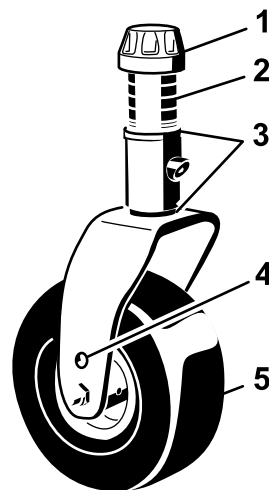

Figura 20
1. Posizionate gli assali delle ruote orientabili negli stessi fori di tutte le forcelle (Figura 20 e Figura 22).
2. Togliete il tappo tenditore dall'asse del fusello ed estraete il fusello dal braccio della ruota orientabile (Figura 20).